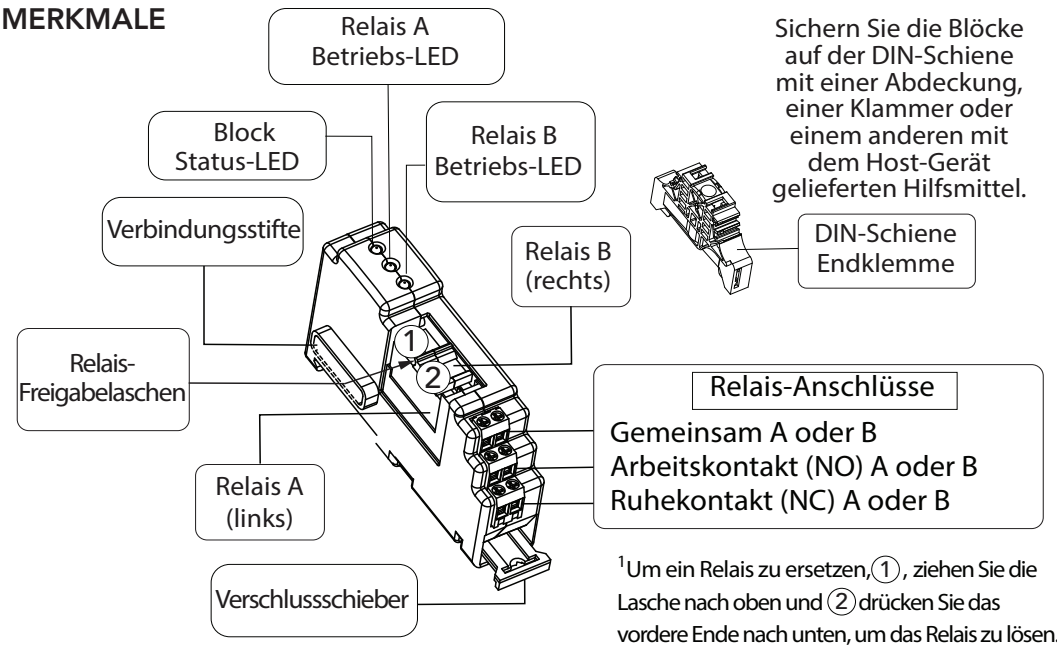

Abbildung 2-1. ReadyRelay Merkmale
Siehe Abb. 2-1 in Abschnitt 2.0 und Tabelle unten. Die obere ReadyRelay-LED zeigt den Blockstatus an; die mittlere LED zeigt den Betrieb von Relais A an; die untere LED zeigt den Betrieb von Relais B an. Die Status-LED leuchtet mit einem kurzen Aussetzer alle (5) Sekunden.